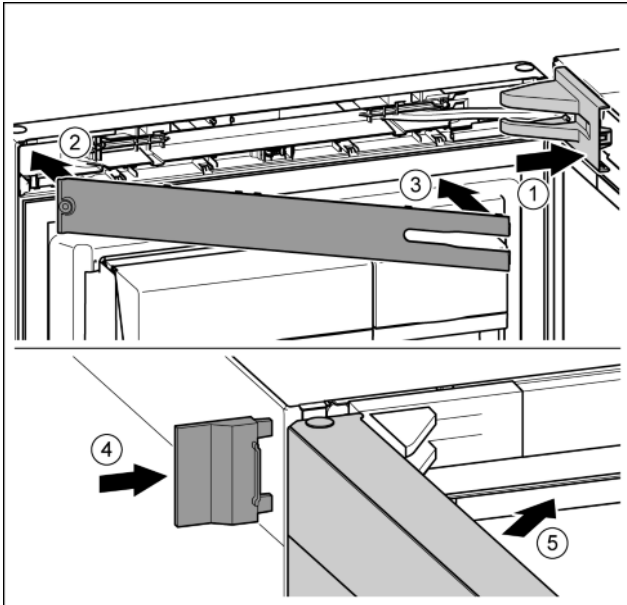

Fig. 41
- ▶ Lagerbockabdeckung aufsetzen und einrasten, ggf. vorsichtig auseinanderdrücken. Fig. 41 (1)
- ▶ Blende aufsetzen. Fig. 41 (2)
- ▶ Blende einschwenken und einrasten. Fig. 41 (3)
- ▶ Äußere Abdeckung aufschieben. Fig. 41 (4)
- ▶ Obere Tür schließen. Fig. 41 (5)